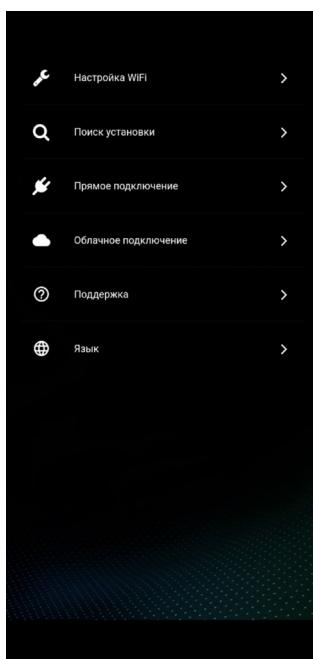

Рис. 3
- 5) Зайдите в приложении в меню «Настройки WiFi» (Рисунок 3)